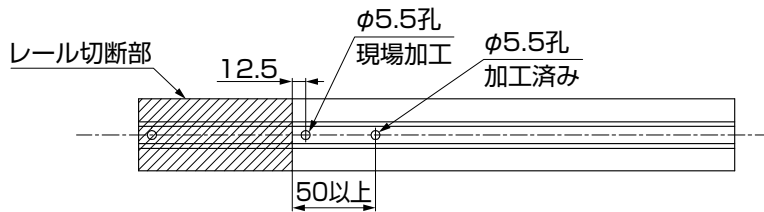

図10-6
- ⑤レール切断部から加工済みの孔まで50mm以上の場合、図を参照して、孔を追加加工をしてください。(図10-6参照)